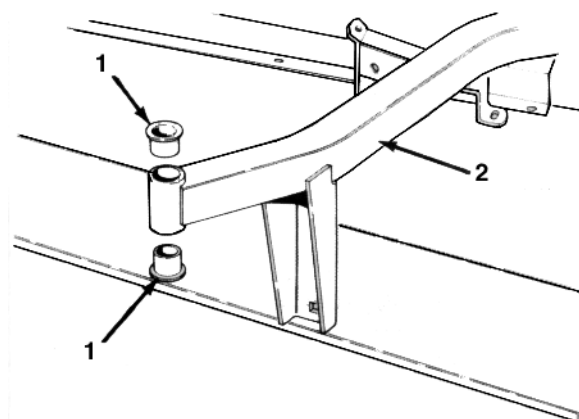

Fig. 12
4. Anbring en rem på venstre spindels nederste remskiverille, skub remmen under strammeremskivens monteringsplade og placér den omkring midterste spindelremskive. Stram remmen ved at føre strammeremskiven mod remmen og stramme strammeremskivens flangemøtrik (fig. 12).